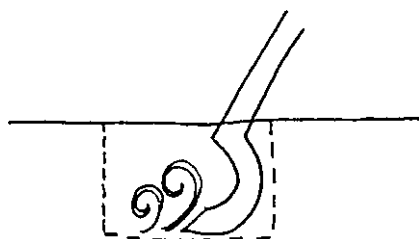

Fig. 20. Svanhals.
- Spröjsstapparnas hål i ramstyckena borrar med borrarväng och 8 mm spiralborr. Hålet huggs upp med 8 mm lockbettel. Tapphålsbotten rensas med ett stämjärn som smitts om till en s.k. svanhals (fig. 20). Tapphålet kan också göras med pelarborrmaskin och stämborr.